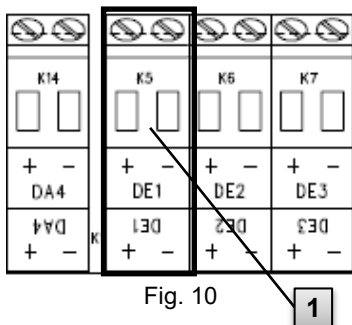

Fig. 10
1. Tilslut gasmålerens impulsudgang til klemmen "DE1" (**1** i Fig. 10, side 39) på EK280.
1. Tilslut gasmålerens encoder til klemmen "DE1" (**1** i Fig. 10, side 39) på EK280.
1. Tilslut gasmålerens HF-impulsudgang til klemmen "DE1" (1 i Fig. 10, side 39) på EK280.